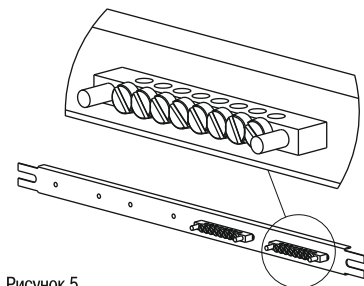

Рисунок 5
2.4 Установите на Рейке под шину «PEN», закрепив с помощью винтов М4х20 и шайб Ш4 две шины PEN 8/2 – для ЩЭ-2, три – для ЩЭ-3, четыре – для ЩЭ-4, пять – для ЩЭ-5 и шесть – для ЩЭ-6 (рисунок 5). Винтовое соединение согласно приложению 2.